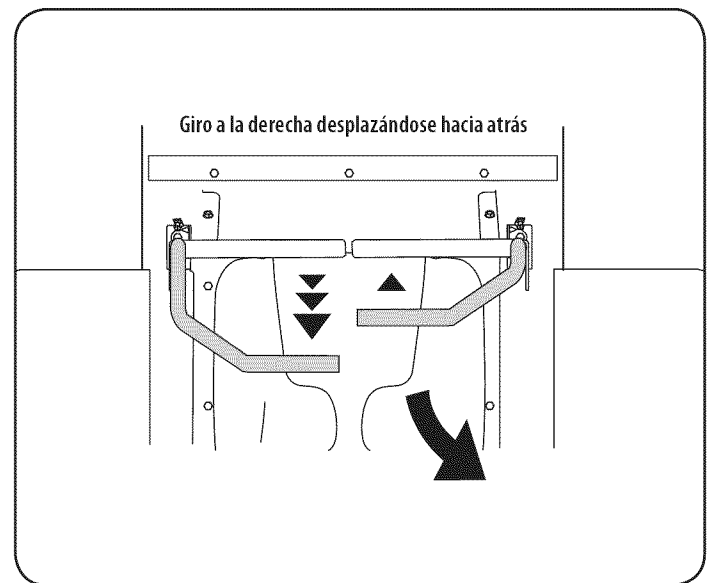

Figura 16
2. Para girar a la derecha mientras se desplaza marcha atrás, mueva la palanca de control del lado derecho hacia adelante respecto de la palanca izquierda. Vea la Figura 16.